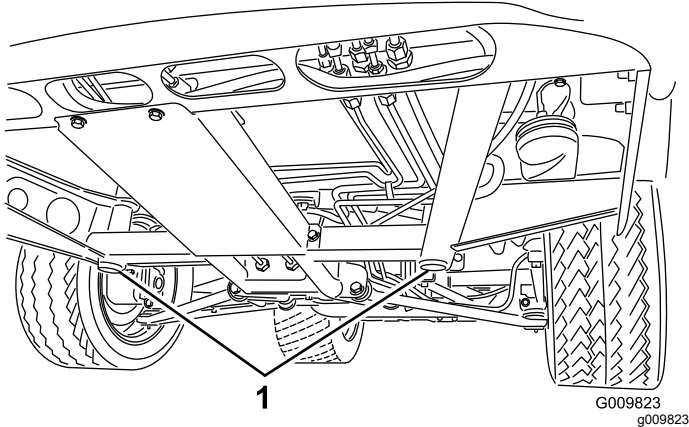
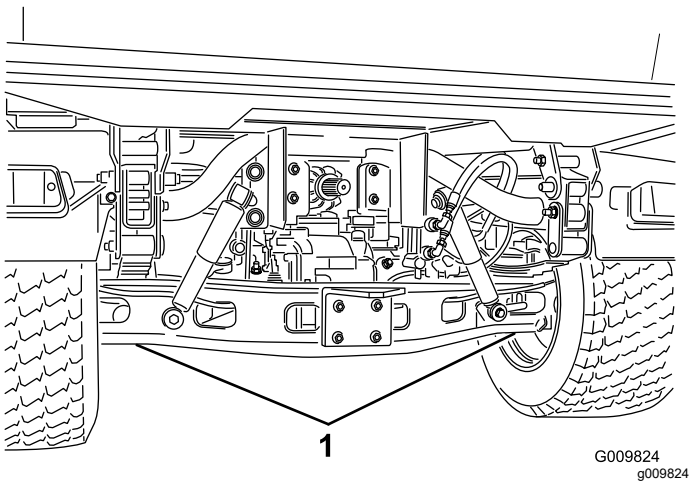

Bild 36
Bild 37
- Die Hebestelle vorne an der Maschine befindet sich unter der vorderen mittleren Rahmenstütze (**Bild 36**) und hinten unter der Achse (**Bild 37**).